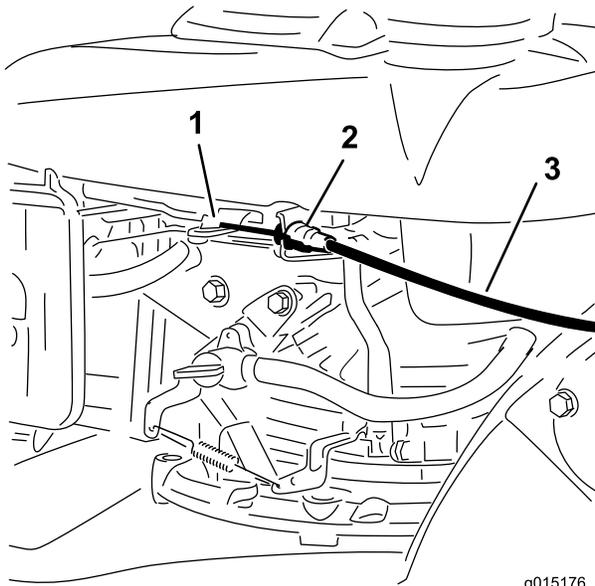

Figure 6
3. Faites passer le câble de frein de lame vers le bas à l'intérieur du guidon et attachez l'extrémité du câble (Figure 6).